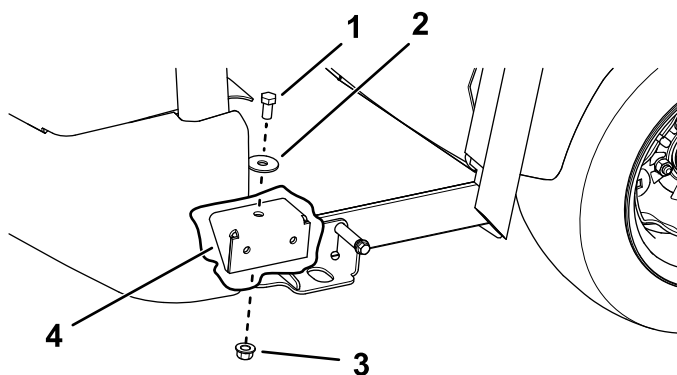

図 27
5. 前キャブ取り付けブラケットを取り付ける左右それぞれに六角ヘッドボルト7/16"、スラストワッシャ、ロックナット $\frac{1}{2}$ "2 個を使用する 図 27。